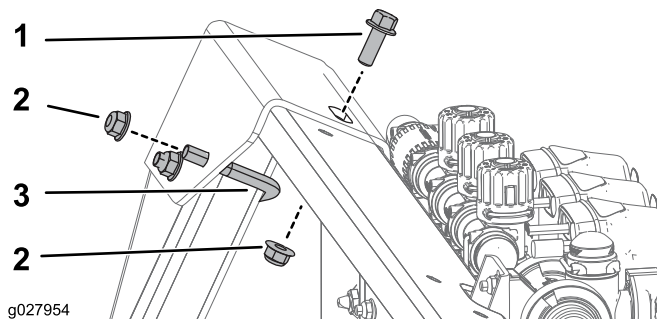

Bild 3
2. Befestigen Sie die Rückseite der oberen Halterung mit einem U-Bügel, einer Schraube (3/8-16" x 1", GR5) und drei Bundmuttern (3/8-16"), wie in **Bild 3** abgebildet.